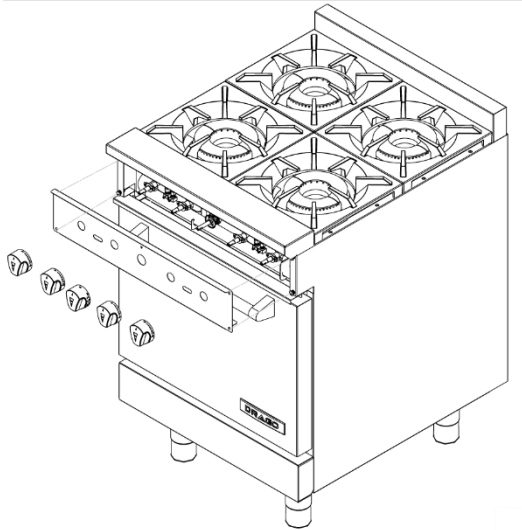

Fig. 9
2. Retire el panel frontal, desatornille los 4 tornillos frontales que lo sujetan (fig. 9).